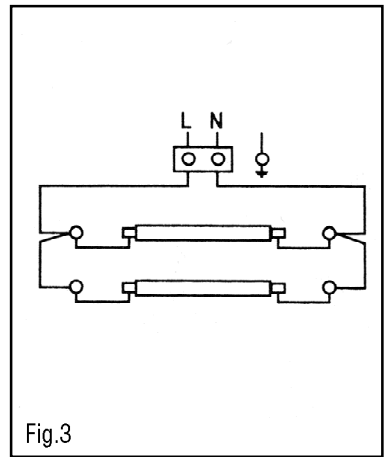

Fig.3
4. Connect the heater and check that the lights are working (Fig 3).
4. Raccorder le radiateur et vérifier que les lampes fonctionnent (fig.3).